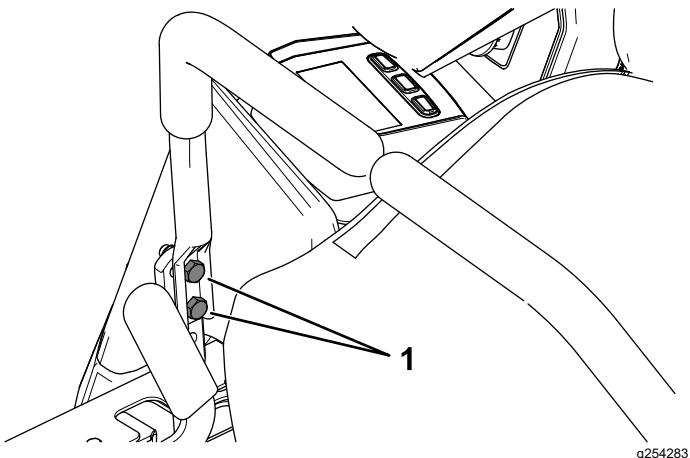

Figura 48
- 12. Apriete los 2 pernos de montaje de la palanca de control de movimiento (Figura 48).
10. Si es necesario alinearlas, afloje los 2 pernos de montaje de la palanca de control de movimiento del lado que está mal alineado (Figura 48).